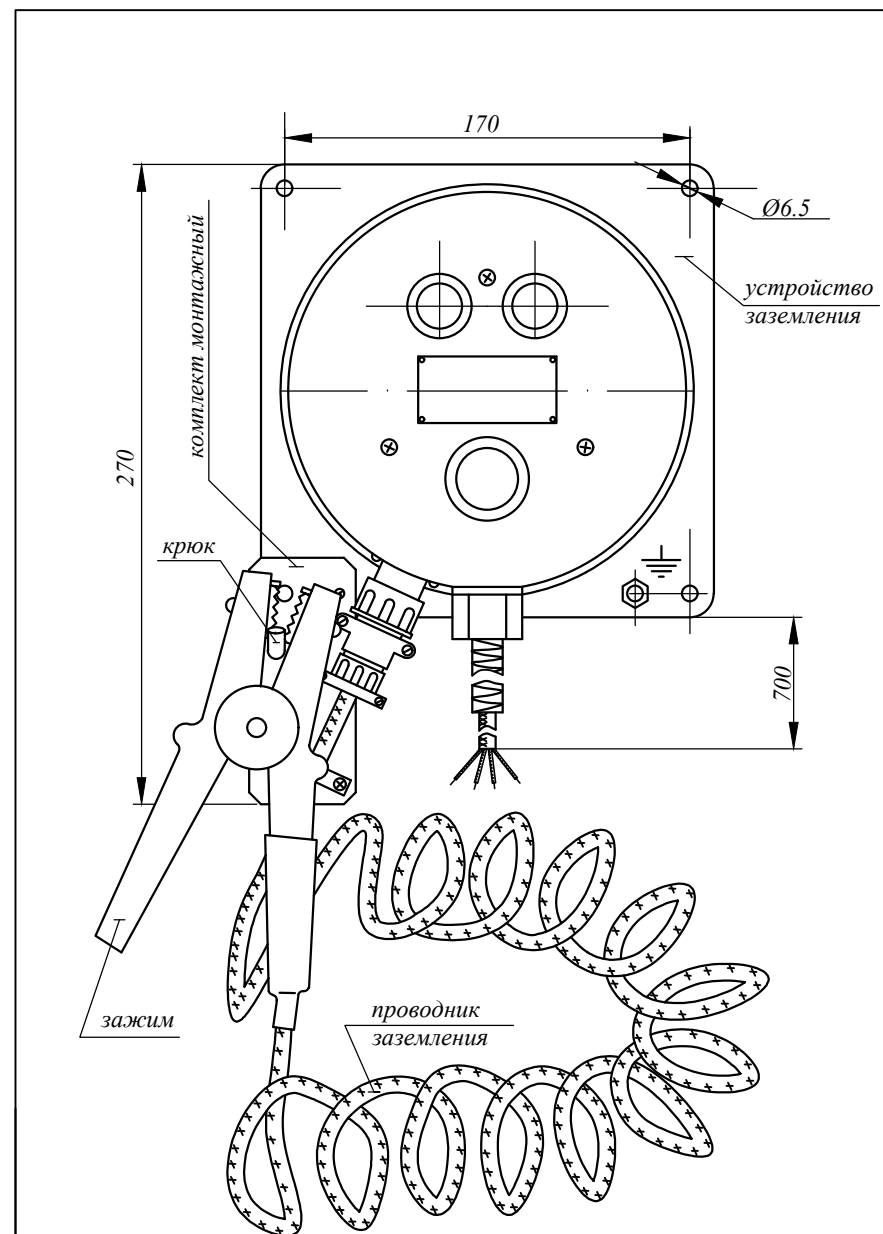

Рис. 1
8.3 Устройство заземления и контроля устанавливается рядом с устройством налива (слива), желательно с левой стороны по ходу движения автоцистерны, на высоте 1,5 – 1,7м от земли. Проводник заземления, со стороны устройства заземления, должен быть жестко закреплен к элементам крепления устройства заземления, свернут в кольцо диаметром не менее 1м. и надет на крюк (см. рис.1).
3.1 В комплект поставки УЗА (см. рис.1) входит: